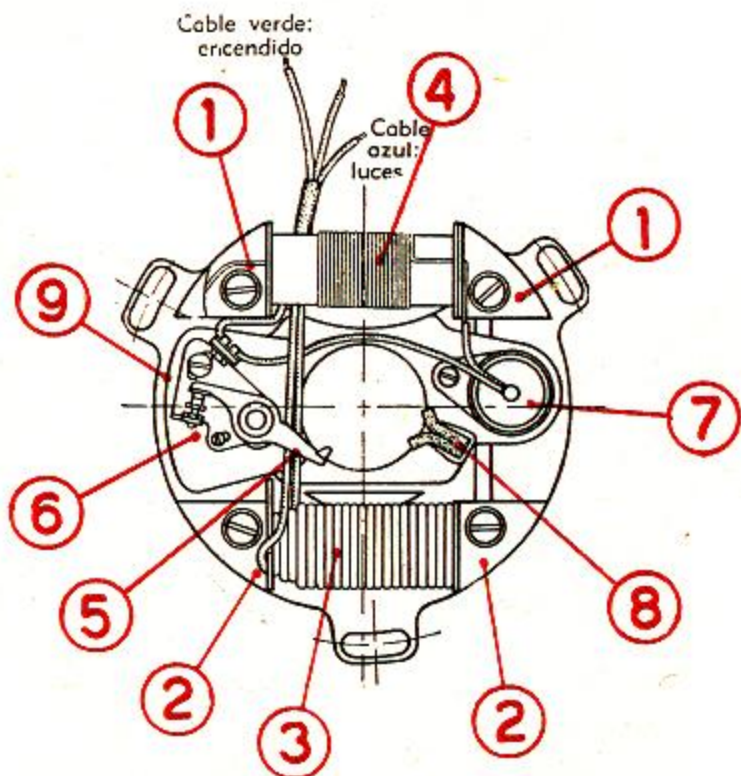

FIG. 15 - Parte fija o estator
Brida porta-inducido (fig. 15)
Está constituido por una caja redonda (8) fig. 15 que contiene las siguientes piezas: